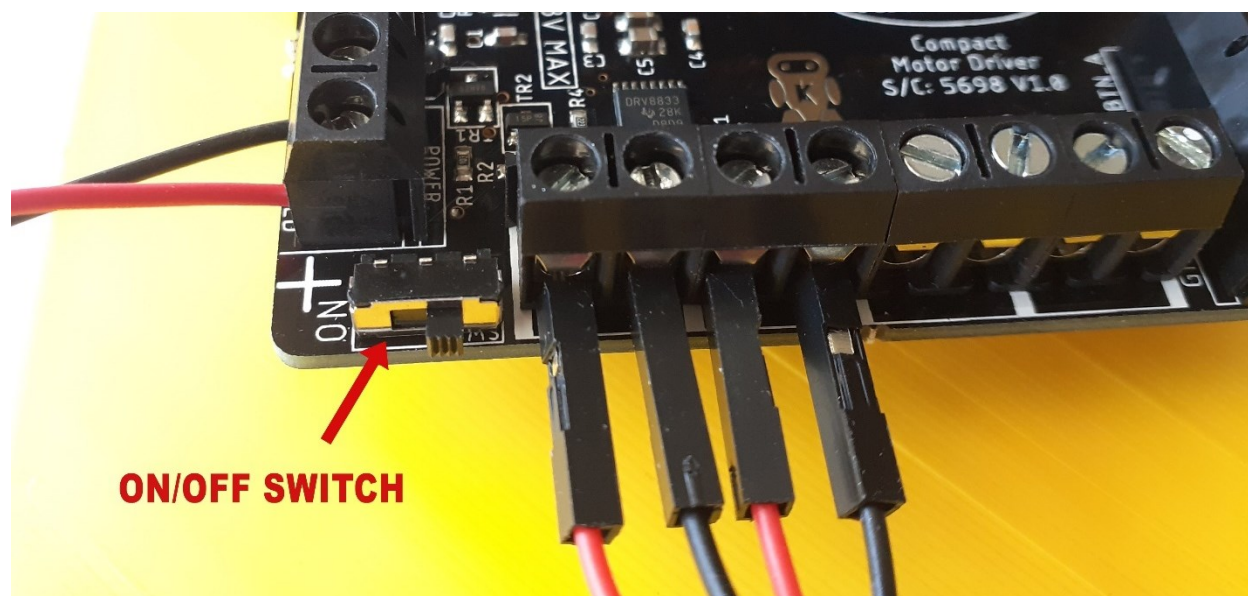

Figure 24: L'interrupteur marche/arrêt
**Note 2:** Pour économiser de l'énergie, le contrôleur de moteur Compact dispose d'un interrupteur marche/arrêt (Figure 24). Lorsque vous êtes prêt à mettre la voiture en mouvement, assurez-vous que l'interrupteur est en position marche.